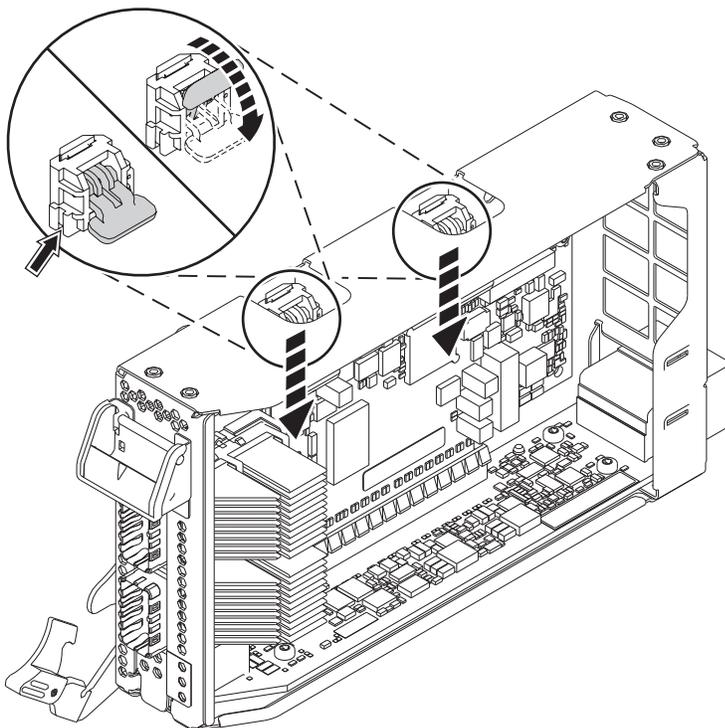

Figura 7. Bloquear os trincos da cassete
- d. Rode os trincos da cassete que estão na extremidade superior da cassete para bloquear o adaptador no local. Consulte Figura 7.